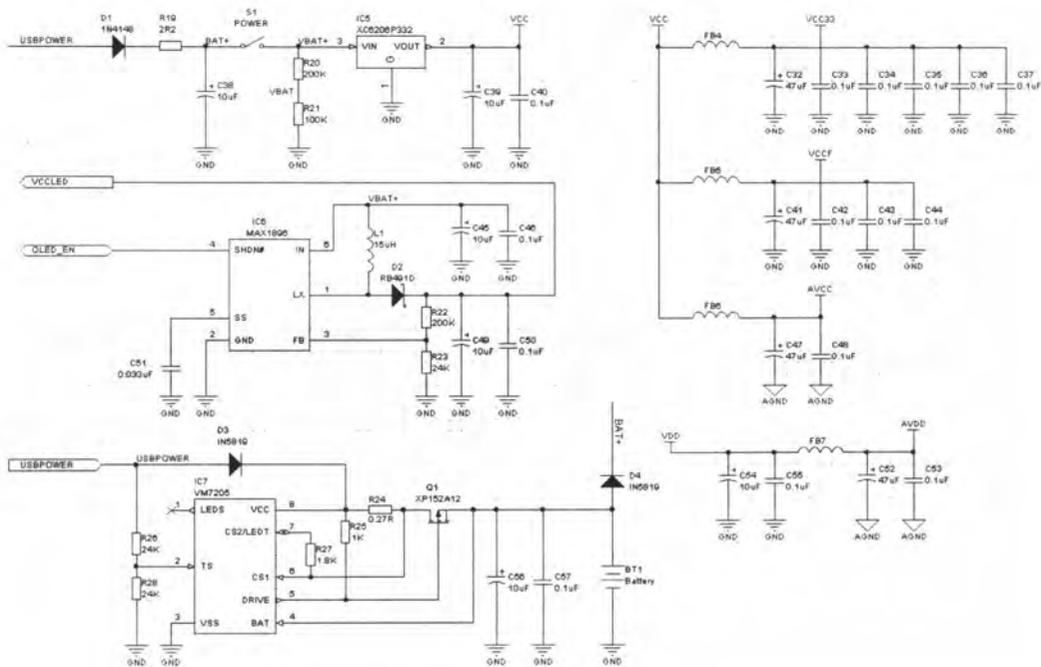
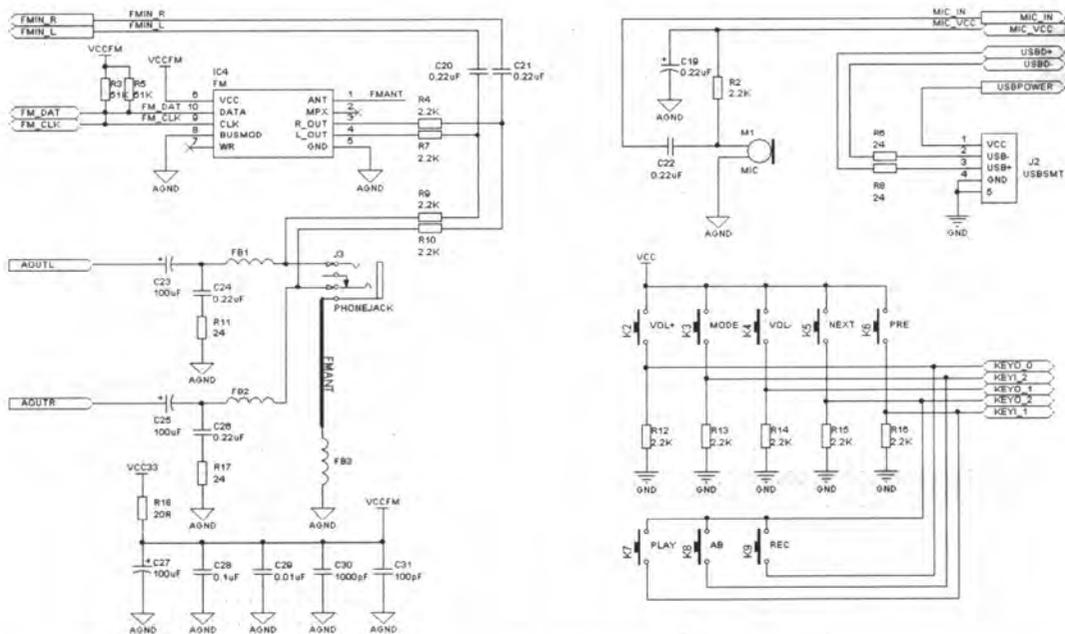

图 4-46 子原理图“Power. SchDoc”
图 4-47 子原理图“Connection. SchDoc”
[5] 按照同样的操作方法, 完成子原理图“Power. SchDoc”、“Connection. SchDoc”的绘制, 分别如图 4-46 和图 4-47 所示。
- [5] 同样，由顶层原理图中的另外两个图纸符号“Power”、“Connection”，可以建立起对应的两个子原理图文件“Power.SchDoc”、“Connection.SchDoc”，并且分别绘制出来，如图 4-46 和图 4-47 所示。